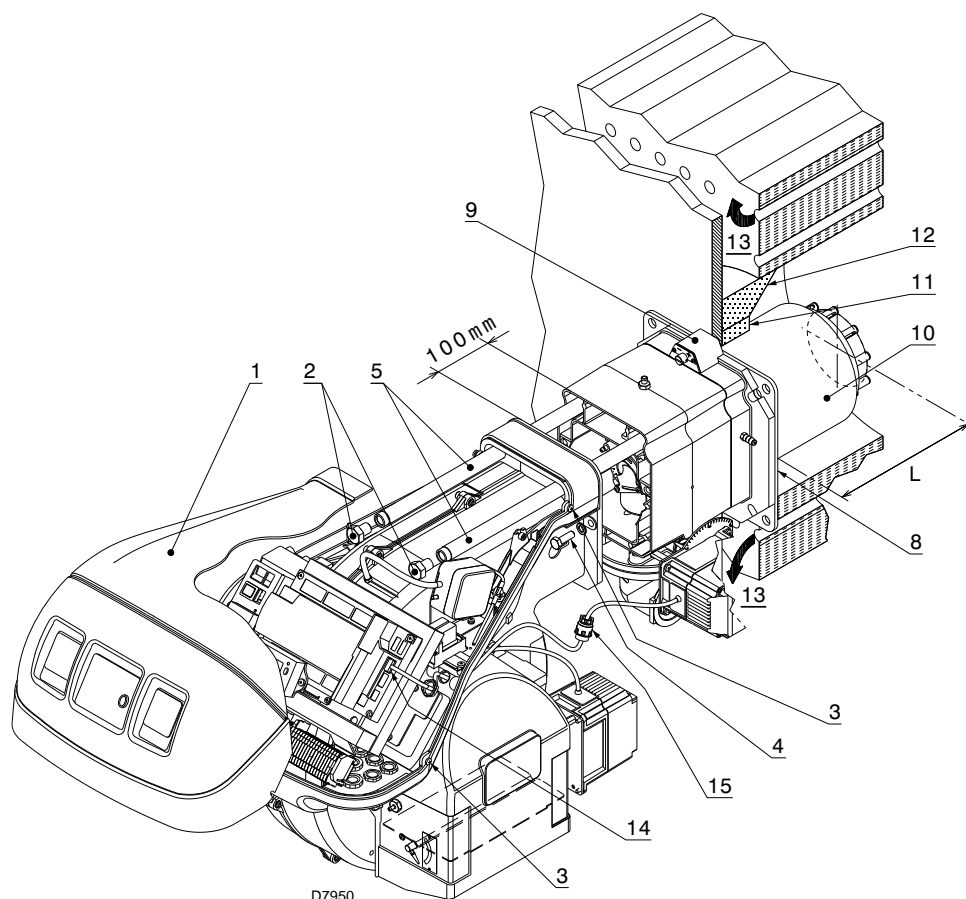

Abb. 13
Die Länge des Flammrohrs 10) (Abb. 13) wird entsprechend der Angaben des Heizkesselherstellers gewählt und muss in jedem Fall größer sein, als die Dicke der Kesselklappe einschließlich hitzebeständigem Material.
Die erhältlichen Längen L) (Abb. 13) sind:
Trennen Sie dann den Flammkopf vom übrigen Teil des Brenners, Abb. 13.
Befestigen Sie nach diesem eventuellen Vorgang den Flansch 9)(Abb. 13) an der Platte des Heizkessels und fügen Sie die beiliegende Isolierdichtung 8) ein.
- Montieren Sie den Brenner wieder auf den Gleitschienen 3) (Abb. 13) in etwa 100 mm Entfernung zur Muffe 4);
- Schließen Sie den Stecker des Stellmotors 14) (Abb. 13) an und schrauben Sie den Kabeldurchgang 15) ein;